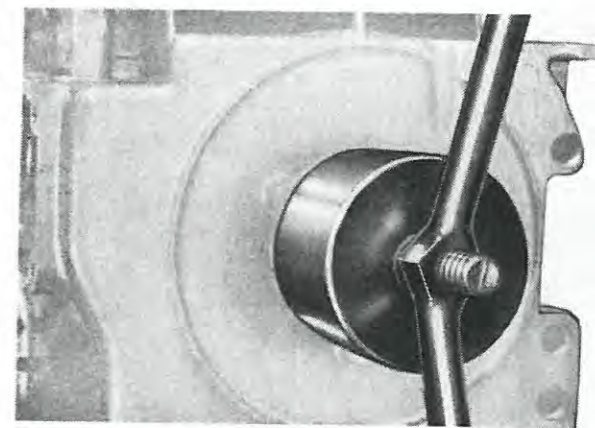

Fig. 66
- Introduire le roulement à rouleaux vilebrequin au moyen de l'extracteur 7070-3595-46. Le roulement a un côté arrondi pour faciliter le montage. Appuyer le manchon de guide sur le bord du roulement sur lequel sont imprimées les caractéristiques (Fig. 66).
- Insert crankshaft needle bearing using tool 7070-3595-46. One side of the needle bearing is chamfered to ease assembly. Apply tool guide on needle cage side where specifications are engraved (Fig. 66).
- Mit Abzieher 7070-3595-46 Nadellager der Kurbelwelle einsetzen. Das Nadellager hat eine abgerundete Kante, um den Zusammenbau zu erleichtern. Die Einführbüchse des Abziehers muß immer auf den Lagerrand gesetzt werden, auf dem die Merkmale eingraviert sind (Abb.66).